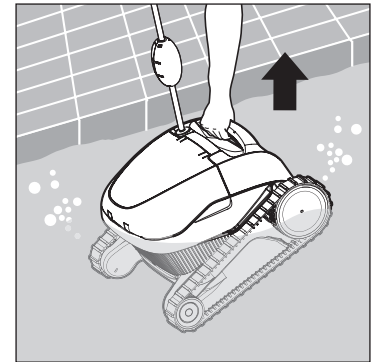

Figura 7
3. Usando el mango, retire el limpiafondo de la piscina. Ver **Figura 7**.